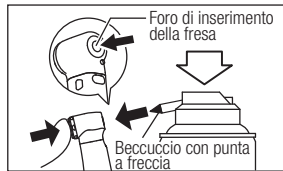

Fig. 18
- 2) Lubrificare il mandrino direttamente attraverso il foro di inserimento della fresa (Fig. 18).